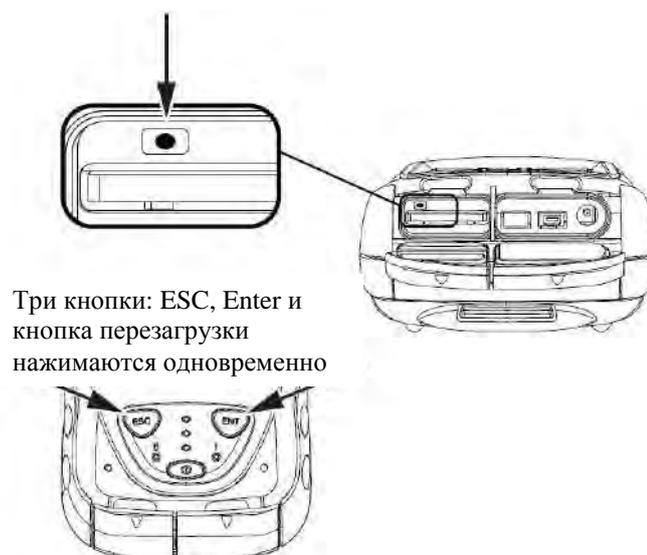

Рис. 7-2. Аппаратная перезагрузка
Для выполнения аппаратной перезагрузки (Рис. 7-2.):
2. Одновременно нажмите и удерживайте в нажатом положении в течение не менее двух секунд следующие три кнопки: ENT, ESC и кнопку перезагрузки программного обеспечения (см. рис. 7-2). Прибор выключится.